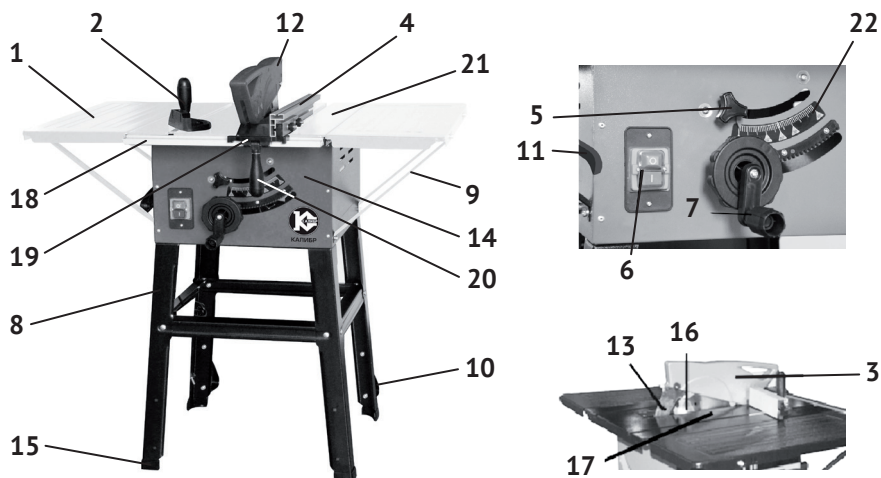
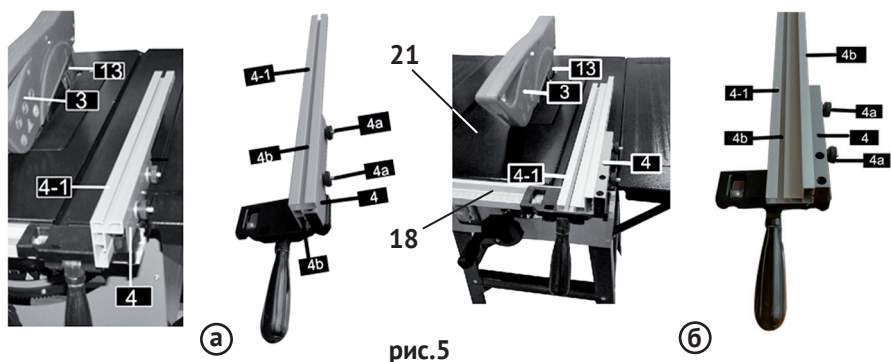
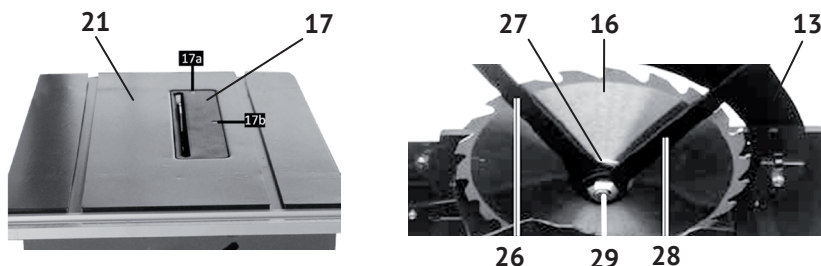

рис.1
рис.5
рис.7
1.6 Общий вид и элементы пилы представлены на рис.1
1.7 Основные элементы пилы (двигатель с редуктором, перемещаемая плита крепления двигателя, механизмы наклона и подъема диска, нижний защитный кожух) размещены в металлическом корпусе (рис.1 поз.14).
На верхнем защитном кожухе (рис.1 поз.3) нанесена стрелка, указывающая направление вращения диска.
1.8 Для установки распиливаемой заготовки в нужном положении, на планке (рис.1 поз.18) нанесена метрическая шкала, для установки планки параллельного упора на нужном расстоянии от пильного диска.
Заготовка размещается на рабочем столе (рис.1 поз.21) в нужном положении.
нии с помощью параллельного (рис.1 поз.8) или, установленного в паз рабочего стола, углового упора (рис.1 поз.2). Распиливаемая заготовка подаётся оператором по рабочему столу к пильному диску вручную.
1.9 Выключатель – магнитный пускатель (рис.1 поз.6) расположен на корпусе пилы. Он имеет две кнопки: зелёная с символом «I» - включение двигателя и красная с символом «0» - выключение двигателя (МЭК 60417).
Установка параллельного упора (рис.1 поз.4) возможна с любой стороны от отрезного круга. Пластина упора (4-1) имеет высокий и низкий плоские бортики, для обработки заготовок разной толщины. На рис.5а пластина установлена высоким бортиком к диску, для обработки заготовок толщиной более 25 мм. На рис.5б пластина установлена низким бортиком к диску, для обработки заготовок толщиной до 25 мм. Изменение положения параллельного упора на рабочем столе (рис.5 поз.21) осуществляется передвижением суппорта переднего блока (рис.5 поз.4с) по планке со шкалой (рис.5 поз.18).
- приложить пластину (рис.5 поз.4-1) к планке (рис.5 поз.4) в зависимости от толщины заготовки: широкой – рис.5а или узкой – рис.5б опорной плоскостью к заготовке;
- совместить крепёжные отверстия соответствующего ребра (рис.5 поз.4б) пластины упора и планки (рис.5 поз.4) передвигного блока;
- вставить крепёжные болты и зафиксировать гайками (рис.5 поз.4а).
- расфиксировать передвигной блок, подняв вверх рукоятку (рис.5 поз.20);
- сдвинуть суппорт (рис.5 поз.4с) передвигного блока по планке (рис.5 поз.18) на нужное расстояние;
- при необходимости в дальнейшем отпиливания заготовок такой же ширины, записать цифру шкалы планки (рис.5 поз.18) в окне контроля (рис.5 поз.19);
- зафиксировать выбранное положение опустив вниз быстрозажимную рукоятку (рис.5 поз.20) передвигного блока.
2.1.6 Установка пильного диска. Для установки (замены) диска (см. рис.7):
- снять с расклинивающего ножа (рис.7 поз.13) верхний защитный кожух;
- открутив винты крепления (рис.7 поз.17а и 17б), демонтировать вставку стола (рис.7 поз.17);
- вращением (против часовой стрелки) рукоятки (рис.1 поз.7), поднять пильный диск (рис.7 поз.16) на максимальную высоту, для удобства его монтажа/демонтажа;
- зафиксировав ключом (рис.7 поз.23) шпиндель, открутить ключом (рис.7 поз.25) зажимной болт (рис.7 поз.26);
- снять (при замене) со шпинделя прижимной фланец (рис.7 поз.24) и пильный диск;
- очистить опорный и прижимной фланцы, вставку стола и пазы рабочего стола (рис.7 поз.21) крепления вставки;